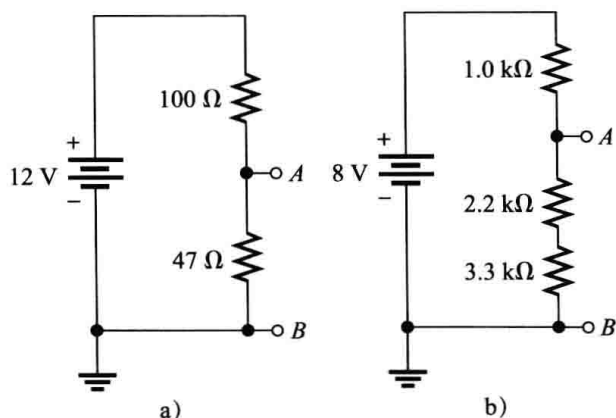

图 4-73 习题 25 图
25. 求图 4-73 所示的每个分压器中 A、B 之间的电压。